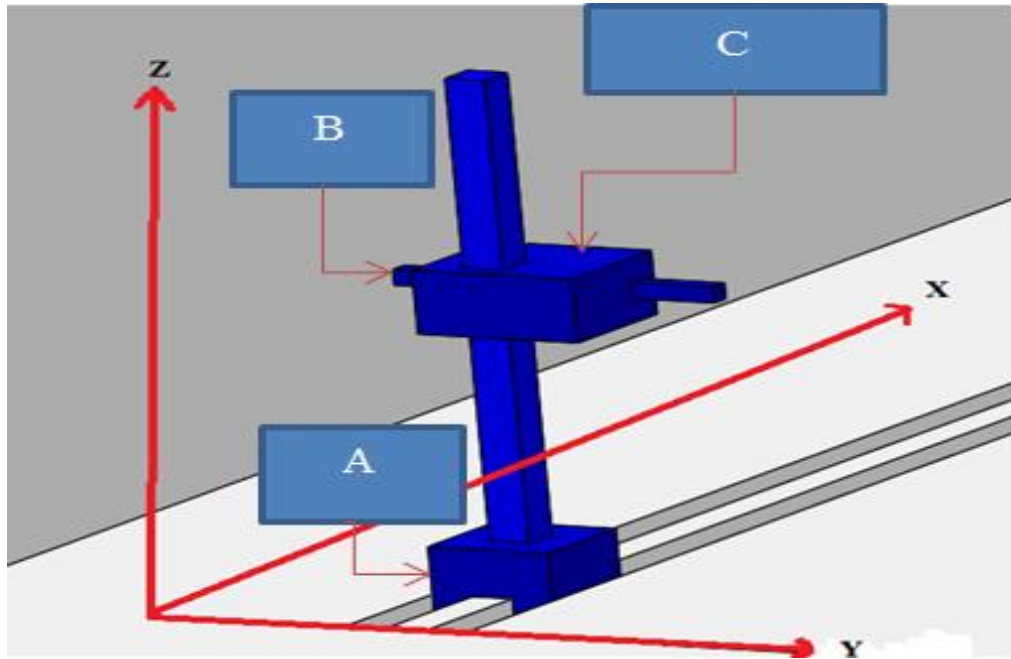

Figure III.4 : robots cartésien
- Déplacement le composant A suivant X -Déplacement le composant B suivant Y -Déplacement le composant C suivant Z (Figure III. 4: robots cartésien)